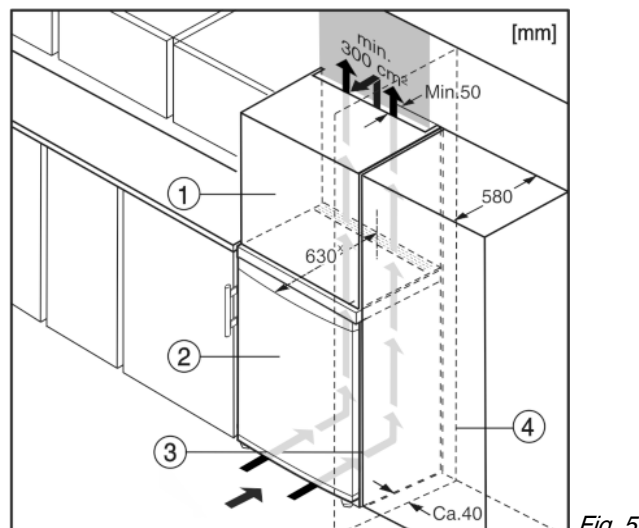

Fig. 5
- (1) Дополнительный шкафчик
(2) Устройство
(3) Кухонный шкаф
(4) Стенка
Устройство может быть окружено кухонными шкафами. Чтобы уравнять устройство Fig. 5 (2) по высоте с кухонной стенкой, можно установить над устройством дополнительный шкафчик Fig. 5 (1).
При комбинировании с кухонными шкафами (глубина макс. 580 мм) устройство можно установить непосредственно рядом с кухонным шкафом Fig. 5 (3). Устройство выступает сбоку на 34 мм * и по центру на 50 мм * относительно передней стенки кухонного шкафа.
Если устройство установлено на шарнирах у стены Fig. 5 (4), то расстояние между устройством и стеной должно быть не менее 40 мм. Настолько выступает ручка при открытой дверце.